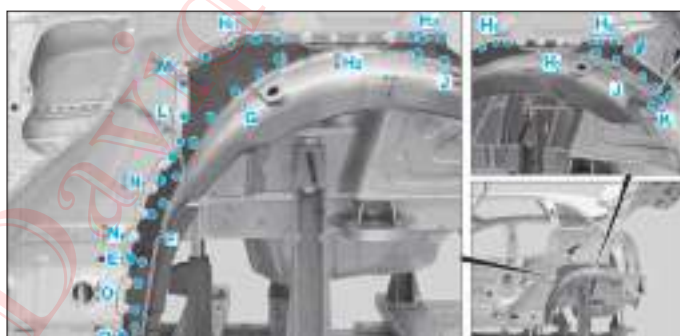

FIG. 110
- Riveter le passage de roue extérieur (rivet Polygrip à tête plate, tête ronde de $\varnothing$ 6,4 x 14 mm) dans les zones (H₂), (M), (N) et (O) (Fig.110).